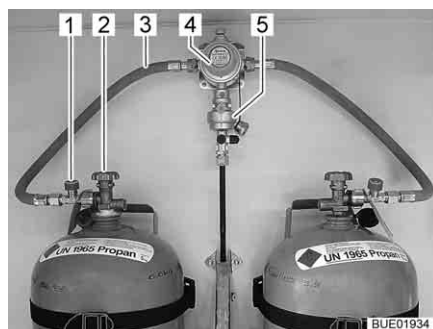
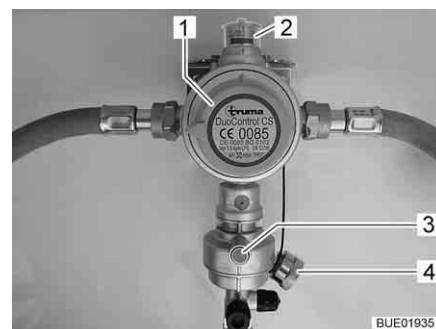

Fig. 43 Bombola del gas con DuoControl
Fig. 44 Impianto di regolazione DuoControl
L'impianto di regolazione DuoControl consiste in una valvola di commutazione (Fig. 43,4) e un sensore crash (Fig. 43,5). L'impianto di regolazione DuoControl è installato tra i tubi flessibili del gas (Fig. 43,3) con un dispositivo antirottura del tubo flessibile (Fig. 43,1). Con la manopola (Fig. 44,1) sulla valvola di commutazione è possibile stabilire quale delle bombole del gas viene utilizzata come bombola in uso e quale come bombola di riserva.
Nella finestra di controllo (Fig. 44,2) viene visualizzato lo stato del rifornimento di gas:
Il funzionamento con una sola bombola del gas è consentito, ma in questi casi il collegamento aperto deve essere assolutamente chiuso con una copertura cieca (Fig. 44,4).
Il sensore crash blocca l'alimentazione del gas in caso di forti vibrazioni (es. incidente). Il sensore crash viene azionato mediante pressione del tasto reset verde (Fig. 44,3).
Il dispositivo antirottura del tubo flessibile (Fig. 43,1) blocca il flusso di gas quando il tubo flessibile collegato si rompe. Il dispositivo antirottura del tubo flessibile deve essere attivato premendo il tasto verde.
Tramite la centralina di controllo (Fig. 45) è possibile attivare e disattivare l'alimentazione del gas tramite l'impianto di regolazione DuoControl. Le valvole principali di arresto (Fig. 43,2) delle bombole del gas e i rubinetti di arresto del gas degli apparecchi devono essere aperti manualmente.
- Con la manopola (Fig. 44,1) sulla valvola di commutazione selezionare la bombola del gas, da cui proviene la principale alimentazione del gas (bombola in uso). Girare la manopola fino all'arresto.
- Aprire le valvole principali di arresto (Fig. 43,2) delle bombole del gas.
- Premere il tasto verde del dispositivo antirottura del tubo flessibile (Fig. 43,1). Nella finestra di controllo (Fig. 44,2) viene visualizzato il simbolo verde.
- Chiudere le valvole principali di arresto (Fig. 43,2) delle bombole del gas.
Se la spia di controllo verde (Fig. 45,6) si spegne durante il funzionamento e la spia di controllo rossa (Fig. 45,5) si accende, significa che la bombola in uso è vuota e deve essere sostituita. Nella finestra di controllo (Fig. 44,2) viene visualizzato il simbolo rosso. La bombola di riserva continua ad alimentare le utenze a gas.
- Ruotare di mezzo giro la manopola (Fig. 44,1) in direzione della bombola del gas utilizzata. In questo modo questa bombola del gas ora è la bombola in uso, mentre la bombola del gas vuota diventa la bombola di riserva. Il simbolo nella finestra di controllo (Fig. 44,2) passa da rosso a verde.
- Chiudere la valvola principale di arresto (Fig. 43,2) della bombola del gas vuota. Osservare la direzione della freccia.
- Premere il tasto verde del dispositivo antirottura del tubo flessibile (Fig. 43,1).